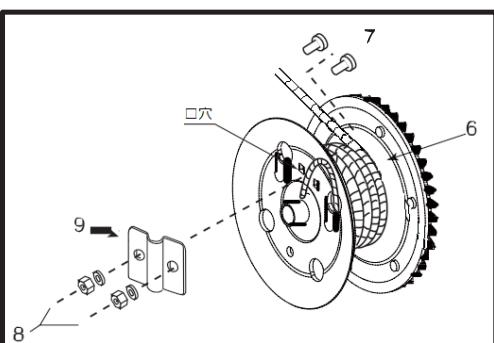

図 3: ケーブル設置
1. ワイヤロープをドラムの上部に送ります(図3の6)。ワイヤロープをドラムの内側から1つの丸穴へ通し、ワイヤロープの先が2つの角穴位置から3~2mmほど的位置にくるようにします。
2. ケーブルを、留め具(図3の7、8、9)でドラムの外側に固定します。角ボルトの頭部がウインチドラムの内側にあることを確認してください。